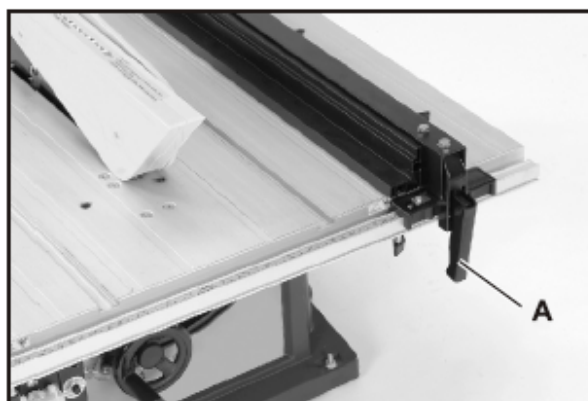

Fig 7.
2. Pour bloquer le guide de délignage en position, rabattez son levier de blocage (A de la Fig. 7), conformément à l'illustration.